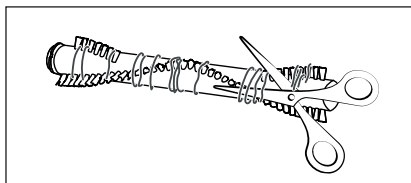

Fig. 28
- 4) Corte los hilos y pelos enganchados a lo largo de las cerdas del rodillo de cepillos **20** con unas tijeras (consulte la fig. 28). Retire los hilos y pelos del rodillo de cepillos **20**.